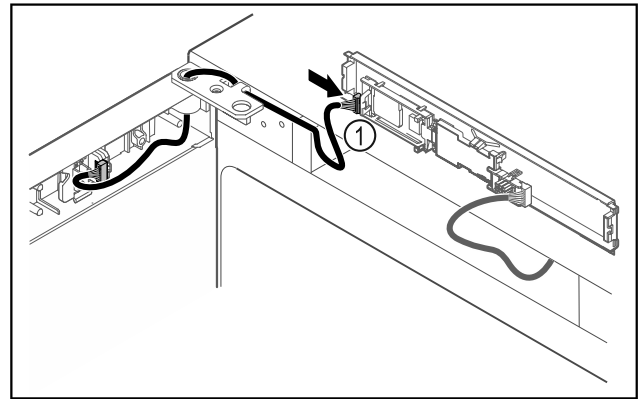

Fig. 47
- Collegare il connettore Fig. 47 (1) sulla scheda.